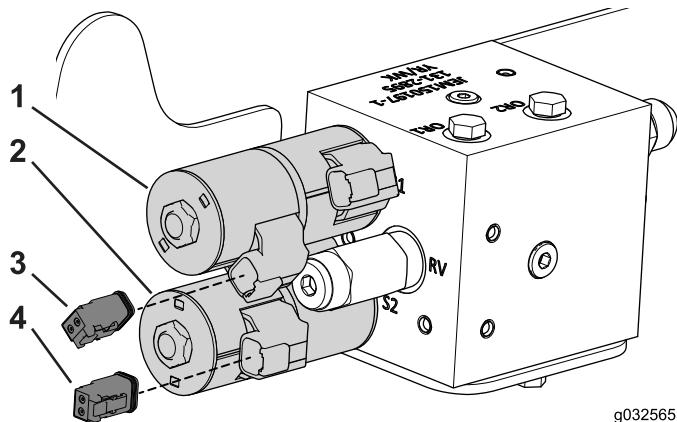

Figura 5
1. Retirar el tapón (3)
11. Localice los conectores del arnés de cables del kit, desátelos, y conéctelos a los conectores de los solenoides, según se muestra en Figura 5.